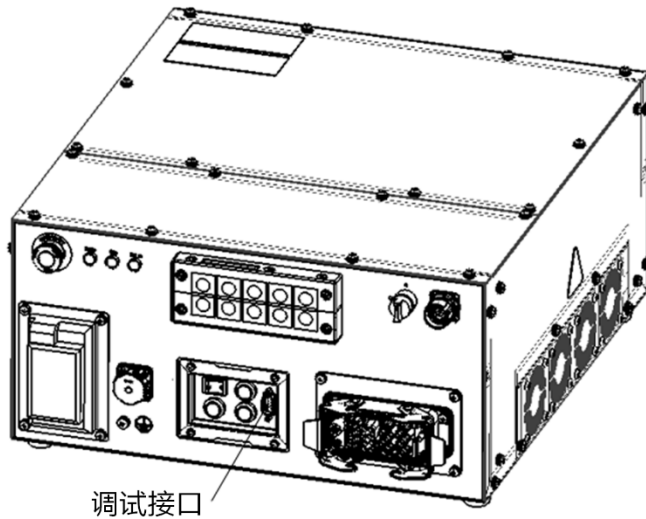

图 5-1 控制柜 Servo Debugger 接口
inCube22-HP 控制柜 Servo Debugger 接口为多轴驱动调试接口，位于控制柜后面板，参考下图 5-1，当调试多轴驱动参数时，需使用 RS422 转 USB 线缆连接到图示①接口。